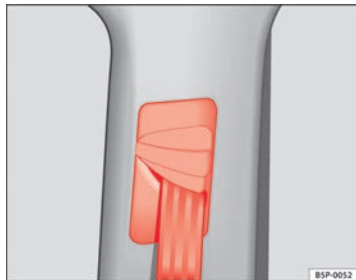

Abb. 16 Einbauort der Gurthöheneinstellung
- Drücken Sie den Umlenkeschlag im oberen Bereich und halten Sie den Beschlag in dieser Stellung ⇒ Abb. 16.